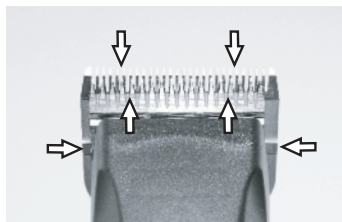

Abb. 24
Für ein gutes Scherergebnis und zur Erhöhung der Lebensdauer der Schermaschine und des Scherkopfes ist eine dünne Ölschicht zwischen dem Ober- und Untermesser unumgänglich (Abb. 24).
- ▶ Schermesser während der Schur ausreichend ölen (mindestens alle 15 Minuten), damit sie nicht trocken laufen (Abb. 24).
Die Messer müssen vor, während und nach jedem Gebrauch geölt werden. Wenn die Messer der Schermaschine Streifen hinterlassen, ist dies ein sicheres Zeichen, dass Sie Öl benötigen. Einige Tropfen Öl vorne und seitlich auf die Schermesser auftragen (siehe Pfeile Abb. 24). Überschüssiges Öl mit einem weichen, trockenen Tuch abwischen. Schmier sprays enthalten nicht genug Öl für eine gute Schmierung, eignen sich jedoch zur Kühlung der Schermesser. Beschädigte oder gekerbte Messer sofort auswechseln um Verletzungen zu verhindern.